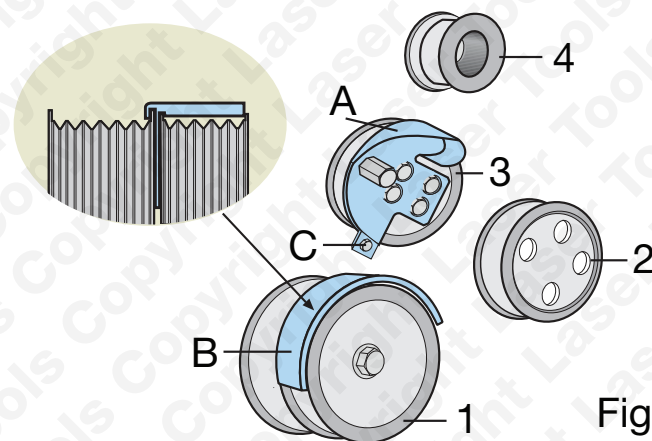

Fig 1
3. Fig. 1: Coloque la herramienta de instalación (A) sobre la polea de la bomba de refrigeración (3). El soporte de fijación (C) se encuentra detrás de la polea de la bomba de refrigeración y debe apretarse a continuación.
4. Coloque la herramienta de guía de la correa de transmisión (B) sobre la polea del cigüeñal (1) y gírela de forma que el centro superior de la herramienta se encuentre en posición totalmente vertical (Fig. 1).